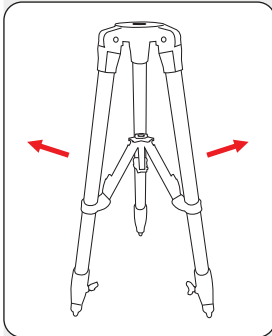

Fig. 4: Abrir las patas del trípode
1. Sujete las tres partes superiores de las patas del trípode (3) y tire de ellas completamente hacia fuera (Fig. 4).